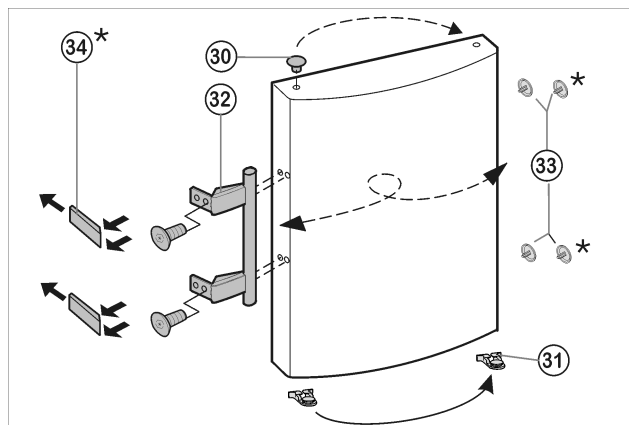

Fig. 8
- Zátky Fig. 8 (30) vyjměte z pouzdra ložisek dvířek a přemístěte je.
- Madlo dveří Fig. 8 (32), zátky Fig. 8 (33) a krycí destičky\* Fig. 8 (34) odmontujte a přemontujte na protější stranu.